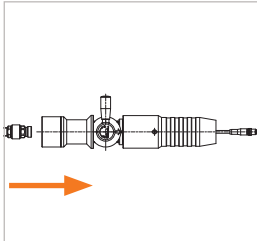

Figure 13
- ▶ Débranchez le nozzle de ravitaillement du distributeur. Le levier de commande (pos. 3) doit être en position OFF.
- ▶ Insérez le réceptacle de service WEH® sur le nozzle de ravitaillement jusqu'en butée et maintenez le nozzle dans cette position (position OFF) (Figure 13).